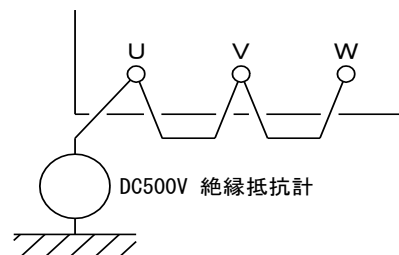

図4 絶縁抵抗試験の配線
- (d) 吸込配管は図 4 のように配管の途中に空気だまりになる凸部を作らないようにしてください。空気だまりのために揚水できなかったり、ドライ運転になってポンプ内しゅう動部を焼きつかせるおそれがあります。
- ① 測定は対地間だけとしてください。その際に必ず、U-V-W間をジャンパ線で繋いでください(図4参照)
- ② 測定には、DC500V 絶縁抵抗計を使用してください。(DC500V 以上は印加しないでください。)